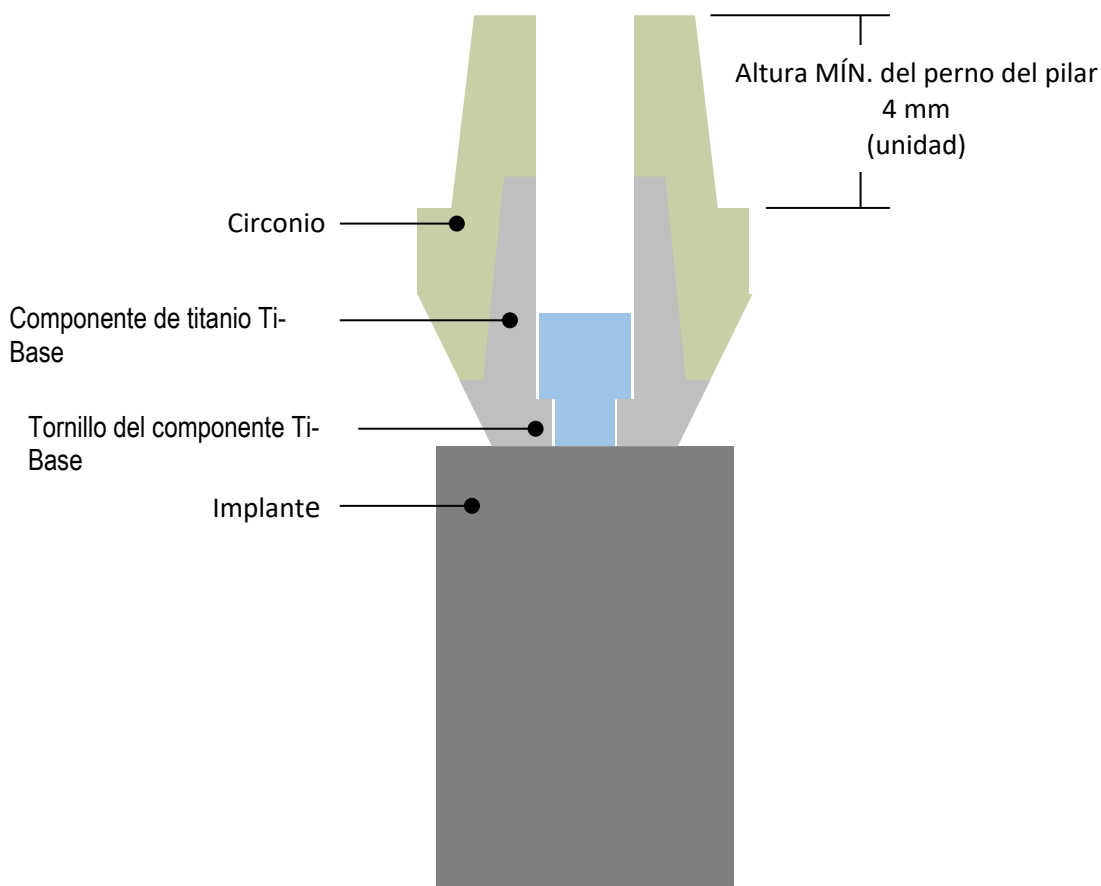

Figura 1: Limitaciones de diseño de la superestructura de circonio
- Altura del perno del pilar $\geq 4,0$ mm (ver **Figura 1**)